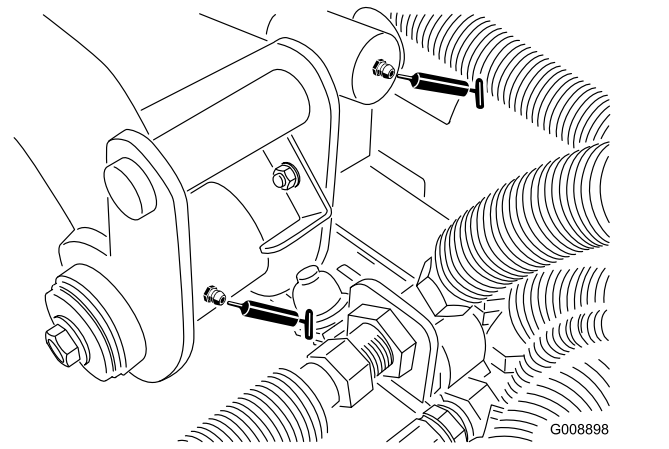

Figure 35
- 2 pivots de bras de levage arrière et vérin de levage (Figure 35)